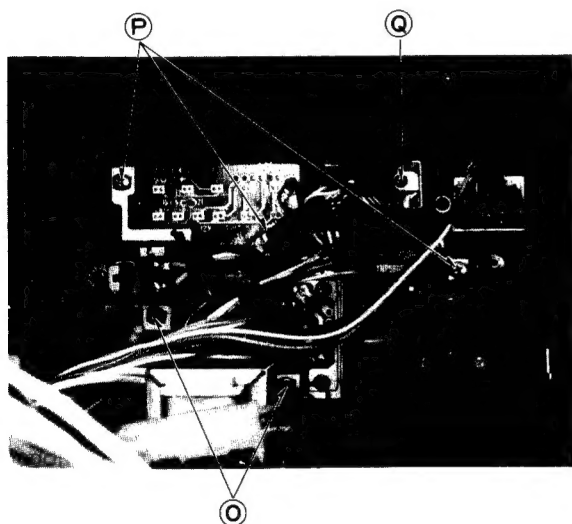

Fig. 6 Abb. 6
1. Remove 2 screws (O) shown in fig. 6.
1. Remove 3 screws (P) shown in fig. 6.
1. Remove 1 screw (Q) shown in fig. 6.
1. Die zwei Schrauben (O) in Abb. 6 entfernen.
1. Die 3 Schrauben (P) in Abb. 6 entfernen.
1. Die einzelne Schraube (Q) in Abb. 6 entfernen.